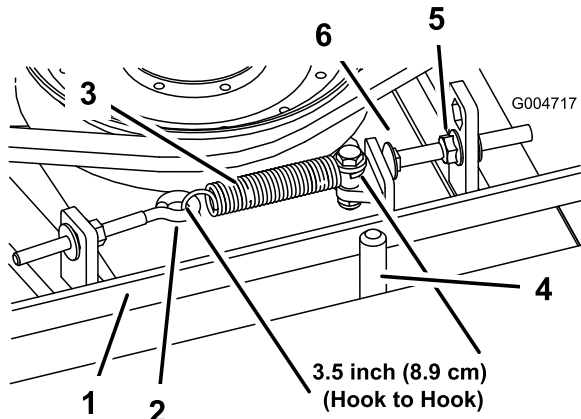

Bild 75
Bei richtiger Spannung sollte die Messung innen an der Verlängerungsfeder (Haken zu Haken) ungefähr  $8,3 \text{ cm} \pm 9,5 \text{ cm}$  betragen. Wenn die Federspannung richtig ist, stellen Sie die Anschlagsschraube (Schlossschraube) ein, bis der Abstand zwischen dem Schraubenkopf und dem Spannarm ungefähr 2-55 mm beträgt (Bild 75).
**Hinweis:** Achten Sie darauf, dass der Riemen auf der Federseite der Riemenführung positioniert ist (Bild 75).
2. Lösen Sie den Augenbolzen, um die Verlängerungsfeder abzunehmen (Bild 75).
3. Lösen Sie die Bundmutter, mit der die Anschlagsschraube an der Befestigungsnase befestigt ist, und schieben Sie die Spannscheibe vom Riemen weg, um die Riemen Spannung zu lösen (Bild 75).
9. Setzen Sie die Verlängerungsfeder (Bild 75) wieder in den Augenbolzen ein und spannen Sie den Riemen wie folgt: